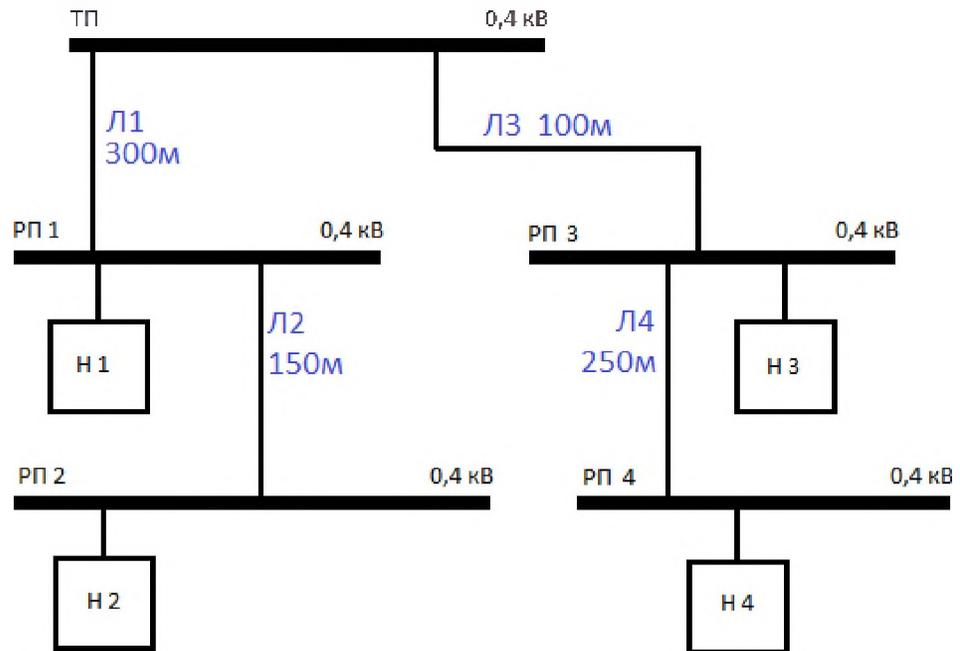

Рисунок 1. Схема участка системы электроснабжения
10. Выбрать сечения кабельных линий питающих нагрузки участка системы электроснабжения (рис. 1). Прокладка линий выполняется кабелем с медными жилами по эстакадам.